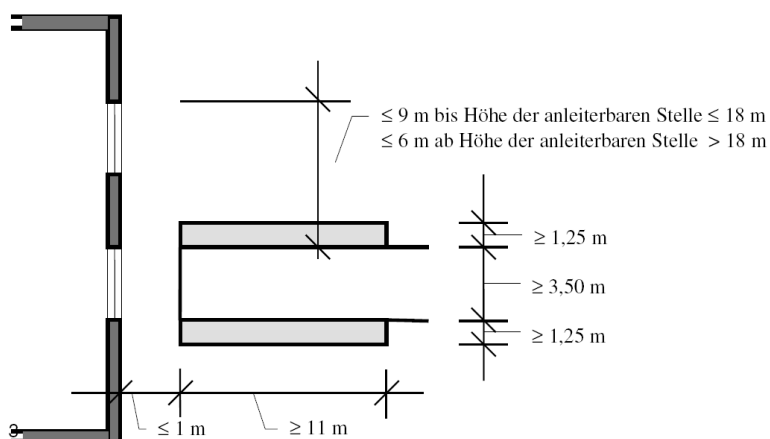

Bild 3
10. Aufstellflächen rechtwinklig zu Außenwänden (Bild 3)